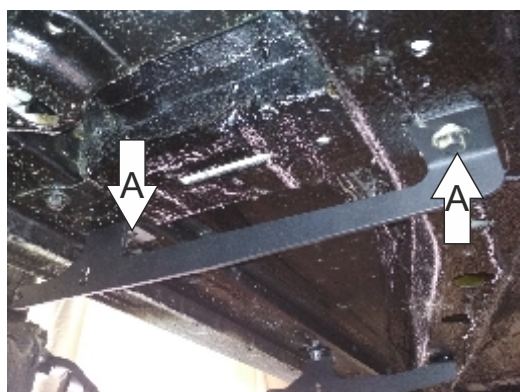

Рис. 2
2. Установить передний кронштейн используя штатные болты «А». (Рис. 2)